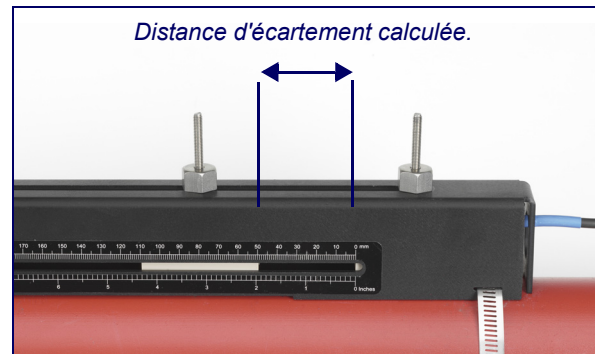

Figure 2.13
10. Positionner le transducteur en amont de manière à ce que sa face interne soit ajustée à la distance d'espacement requise sur la règle, comme illustré sur Figure 2.13 (50mm sur cet exemple).